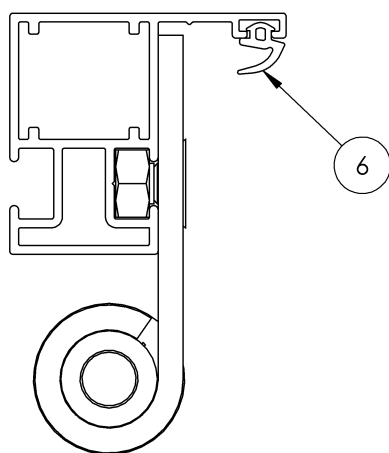

Figure 1
1. Monter le joint (rep. 6) sur les montants du dormant (Fig. 1).